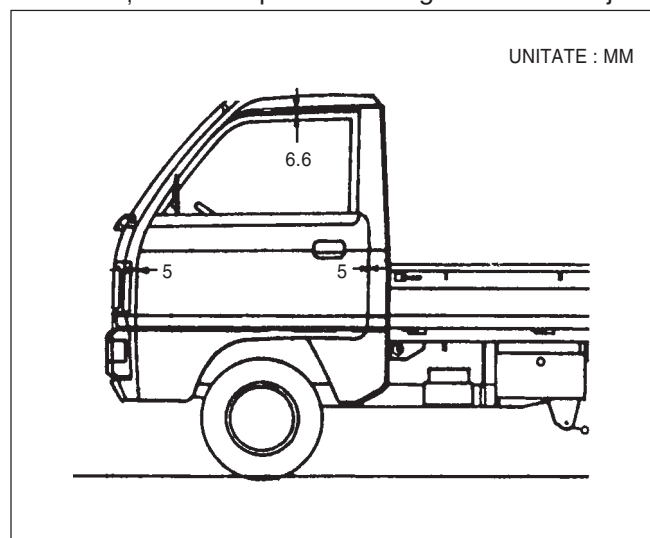

Fig. 12 - 15
2. Când ușa este închisă, interstițiile ușii și caroseriei sunt așa cum se prezintă în Fig. 12 - 15 mai jos.